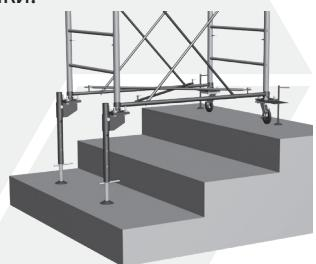

рис. 6
Установив при помощи комплекта крепежа колес (10) регулируемые опоры (13), вышку можно использовать для работы на лестничных маршах (рис. 6). Для дополнительной устойчивости вышки, обязательно используйте съемные винтовые опоры (12).